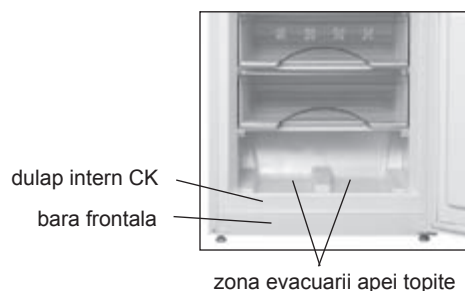

Figura 6 – Colectarea apei topite din CK
- a elimina apa topită din zona scurgerii în conformitate cu figura 6 cu o materie ce absoarbă ușor pe măsura topirii poleiului;